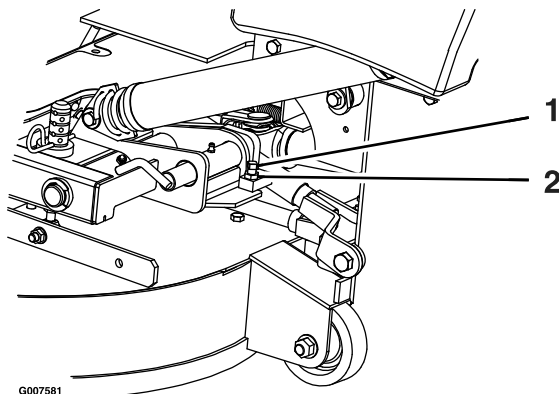

Figura 71
2. Afloje la contratuerca y gire el tornillo de tope en sentido horario hasta que el pestillo de bloqueo esté apretado y no pueda girarse a mano (Figura 71).